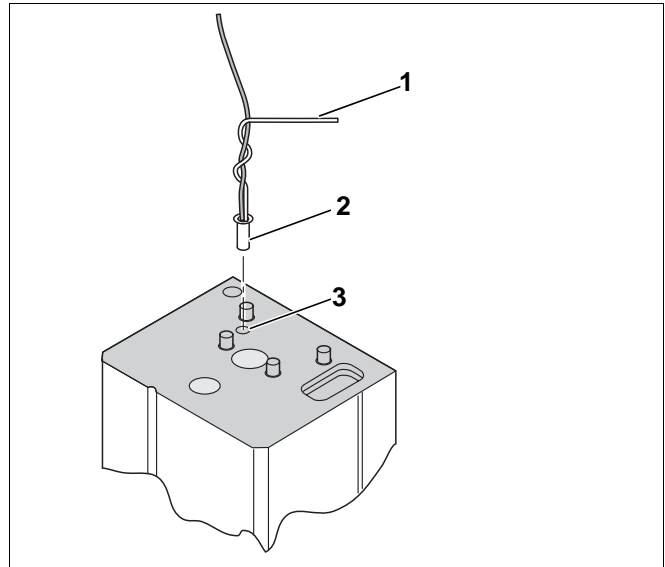

Abb. 10 Fühlermontage (Prinzipiskizze)
- Fühler und Fühlerleitung in Führdraht einhängen (Abb. 10).
- Fühlerleitung mit Führdraht bis zur Abkantung in die Tauchhülse einführen (Abb. 10, Pos. 3).
Legende für Abb. 10: